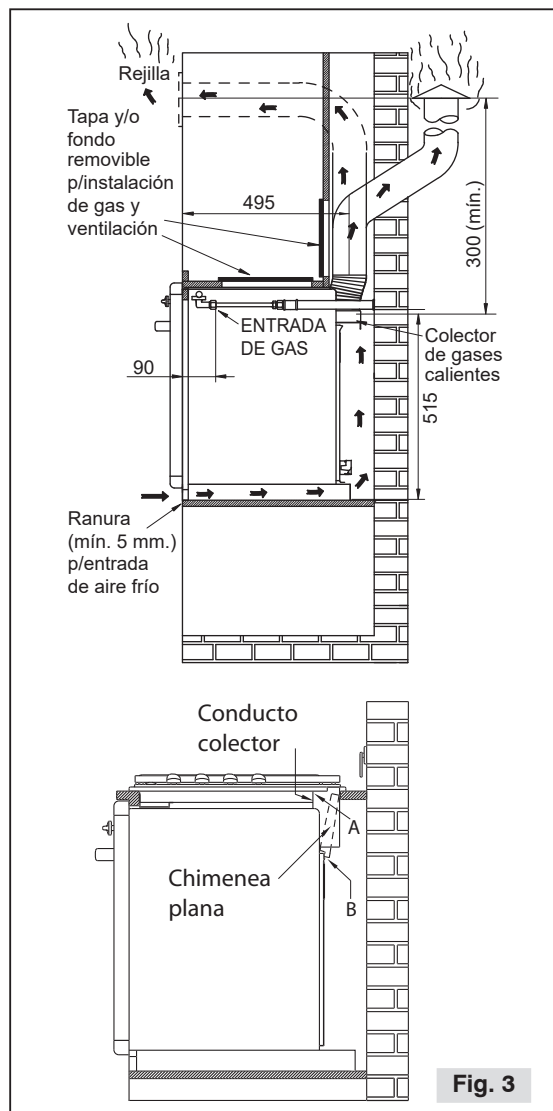

Fig. 3
Cuando el horno se ubique en un mueble independiente sobre mesada es necesario conectar un conducto flexible al extremo del emboque del colector de gases calientes ubicado en la parte posterior superior del horno, de 98 mm de diámetro (Fig. 3).
- Si el horno será instalado debajo de un anafe, reemplace el colector de salida de los gases calientes por la chimenea plana y el conducto colector de gases provistos con el anafe (Ver "Ventilación del nicho del horno – Cuando el horno se ubique debajo de un anafe" Fig. 3).